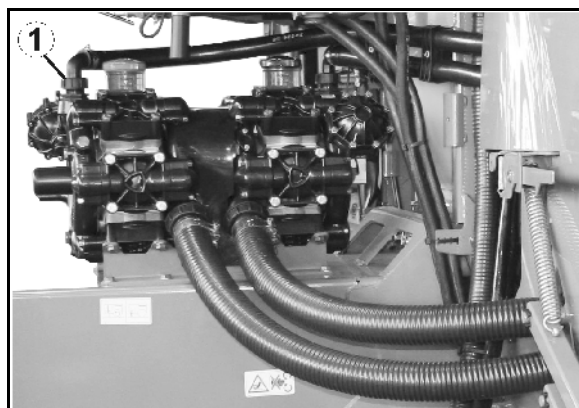

Fig. 162
1. Soltar a porca de capa (Fig. 162/1).